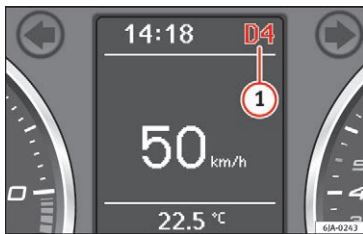

Fig. 176 Infodisplay: gearvælgerpositioner
Den aktuelle gearvælgerposition vises i kombiinstrumentets informationsdisplay  »» Fig. 176.
- Flyt gearvælgeren fra position **D** ud til højre. Den aktuelle gearvælgerposition og det valgte gear vises i kombiinstrumentets informationsdisplay **1** » Fig. 176.